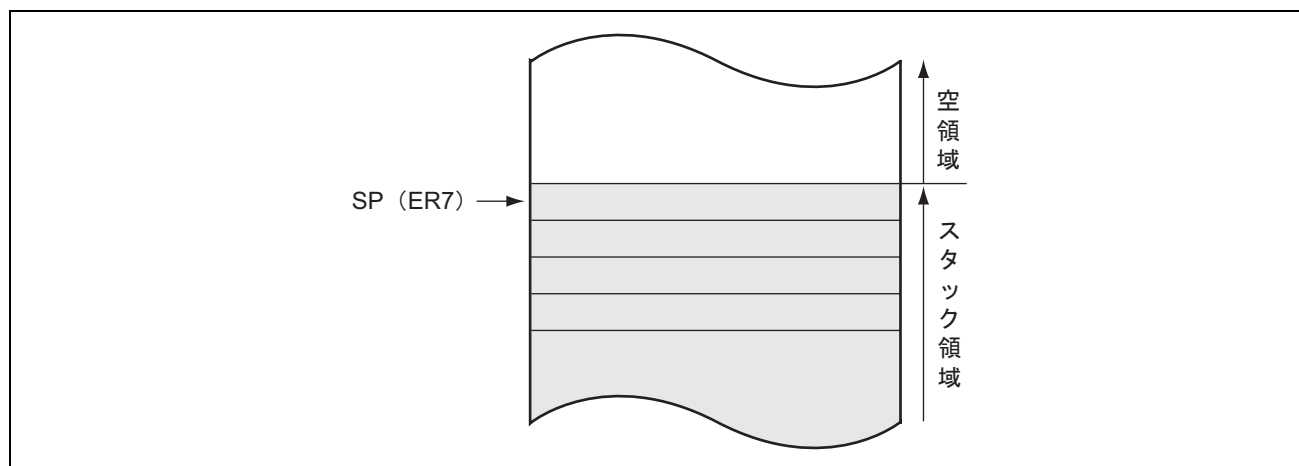

図 2.11 スタックの状態
汎用レジスタ ER7 には、汎用レジスタとしての機能に加えて、スタックポインタ (SP) としての機能が割り当てられており、例外処理やサブルーチン分岐などで暗黙的に使用されます。スタックの状態を図 2.11 に示します。